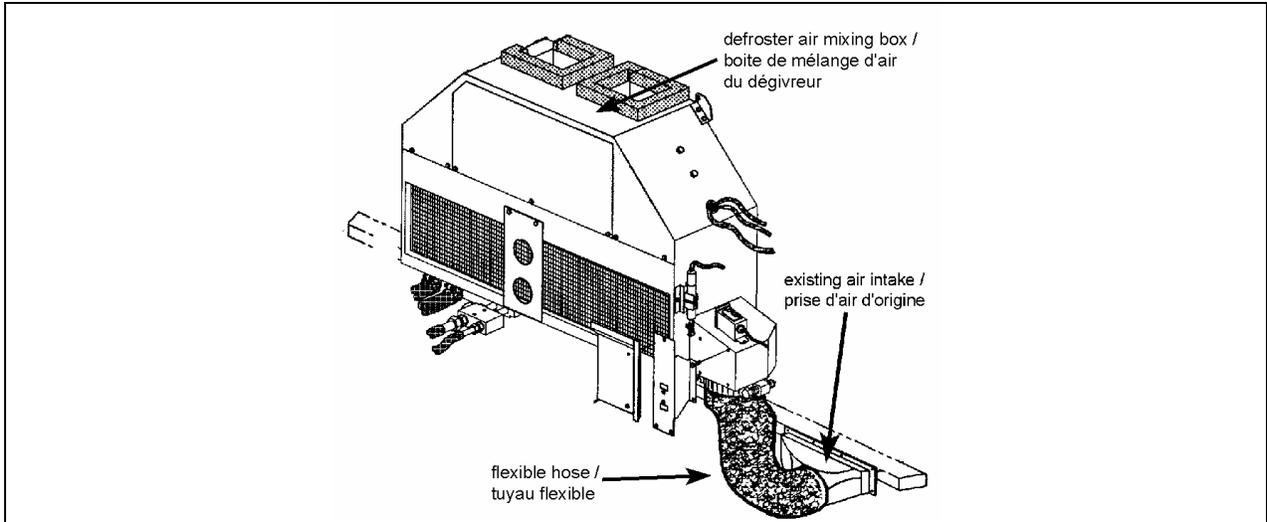

FIGURE 1: BOÎTE DE MÉLANGE D'AIR DU DÉGIVREUR
2. Enlever le tuyau flexible de prise d'air frais existant (figure 1). Conserver les colliers de serrage pour ré-utilisation.